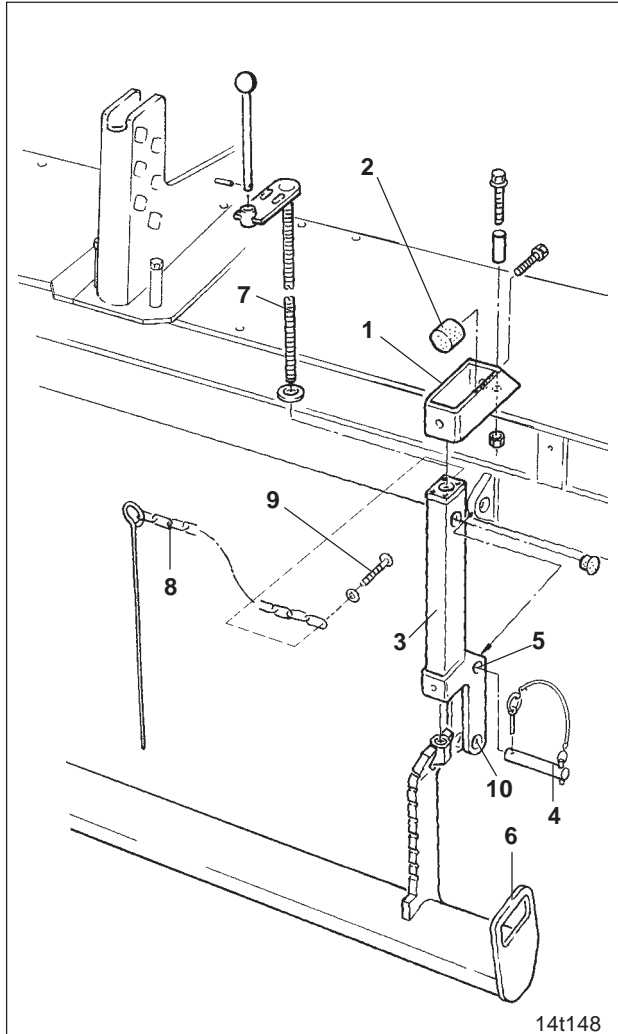

Fig. 14.3
Soll der Planierbalken außer Betrieb genommen werden, Planierbalken nach oben kurbeln, am Griff (Fig. 14.3/6) anheben und Spindelführungsrohr (Fig. 14.3/3) in der unteren Bohrung (Fig. 14.3/10) abstecken. Bolzen nach jedem Umstecken sichern.
Zwei mit Gummipuffern (Fig. 14.3/2) ausgerüstete Konsolen (Fig. 14.3/1) an der Bodenbearbeitungsmaschine anschrauben.
- Spindelführungsrohre (Fig. 14.3/3) mit Bolzen (Fig. 14.3/4) abstecken und mit Klapfsteckern (Fig. 14.3/5) sichern. Stecken Sie die Spindelführungsrohre während der Arbeit (siehe auch Kap. 14.2) in der oberen Bohrung (Fig. 14.3/5) ab
- Planierbalken am Griff (Fig. 14.3/6) anheben und Verstellspindel (Fig. 14.3/7) einschrauben
- Kette (Fig. 14.3/8) mit einer Bohrschraube (Fig. 14.3/9) am Spindelführungsrohr anschrauben.